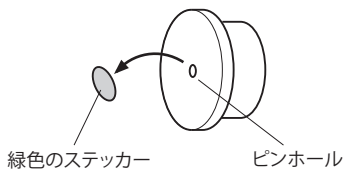
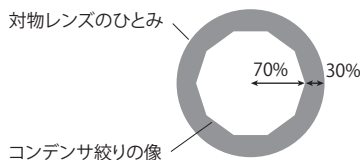

図5
図6
- (1) 2つある鏡筒キャップのうち、緑色のステッカーが貼付してあるものを用意します。緑色のステッカーを剥がすと、小さな穴（ピンホール）が開いています（図5）。
- (2) 標本をステージに配置します。コンデンサ上下ハンドルを回して、コンデンサを最上位に位置づけます。
- (3) レボルバを回して40倍の対物レンズを光路に入れ、標本に焦点を合わせます。
- (4) 一方の接眼レンズを抜き取り、代わりにピンホールのあいた鏡筒キャップを鏡筒に挿入します。
- (5) ピンホールを覗き込みながらコンデンサ絞り調整つまみを操作します。コンデンサ絞り調整つまみを右側いっぱいに動かしてコンデンサ絞りを一度絞り込んだのち、徐々に絞りを開いていきます。絞りの大きさが対物レンズのひとみの外周（枠）と重なった状態から20～30%程度絞り込んだ状態にします（図6）。
- (1) 標本に焦点を合わせます。
- (2) コンデンサ絞り調整つまみを反時計回りに動かしてコンデンサ絞りを限界まで絞り込んでから一方の接眼レンズを抜き取ります。
- (3) 鏡筒内を覗き込みながら、徐々にコンデンサ絞りを開いていきます。絞りの大きさが対物レンズのひとみの外周と重なった時にコンデンサの開口数と対物レンズの開口数が同じになります。このとき解像度が最も高くなりますが、コントラストは少し悪い状態なので、実際には対物レンズの外周の径の70～80%までコンデンサ絞りを絞り込んだ方がよく見えます（図6）。
- (4) コンデンサ絞りの開口が調整できたら接眼レンズを鏡筒に装着します。